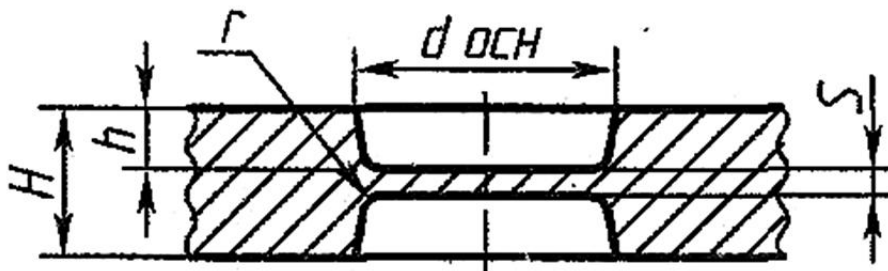

Рисунок 4 – Перемычка
8. Спроектировать наметки отверстий и углублений. Наметки отверстий выполняют для того, чтобы снизить отходы металла в стружку. Образующуюся при штамповке перемычку (рисунок 4) удаляют в дальнейшем на обрезном прессе.